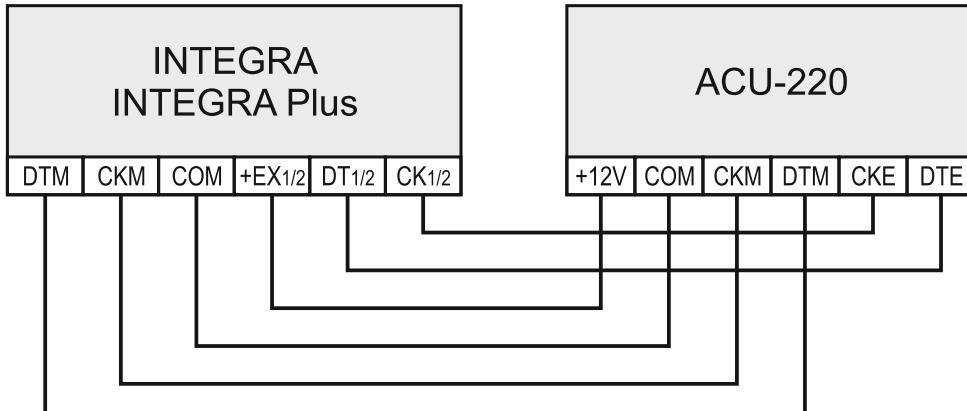

Рис. 6. Способ подключения контроллера к прибору INTEGRA / INTEGRA Plus.
**INTEGRA / INTEGRA Plus:** клеммы CKM, DTM, CKE, DTE и COM следует подключить к соответствующим клеммам шины связи прибора (рис. 6).